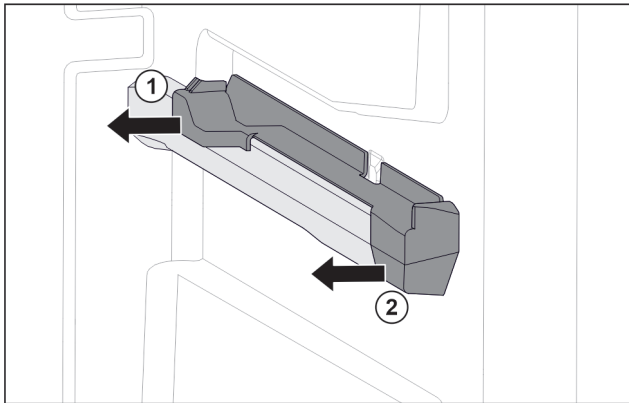

Fig. 131 右侧容器肋梁上的插装件
- ▶ 将插装件后部拉到一侧。 Fig. 131 (1)
- ▶ 将插装件前部拉到一侧。 Fig. 131 (2)